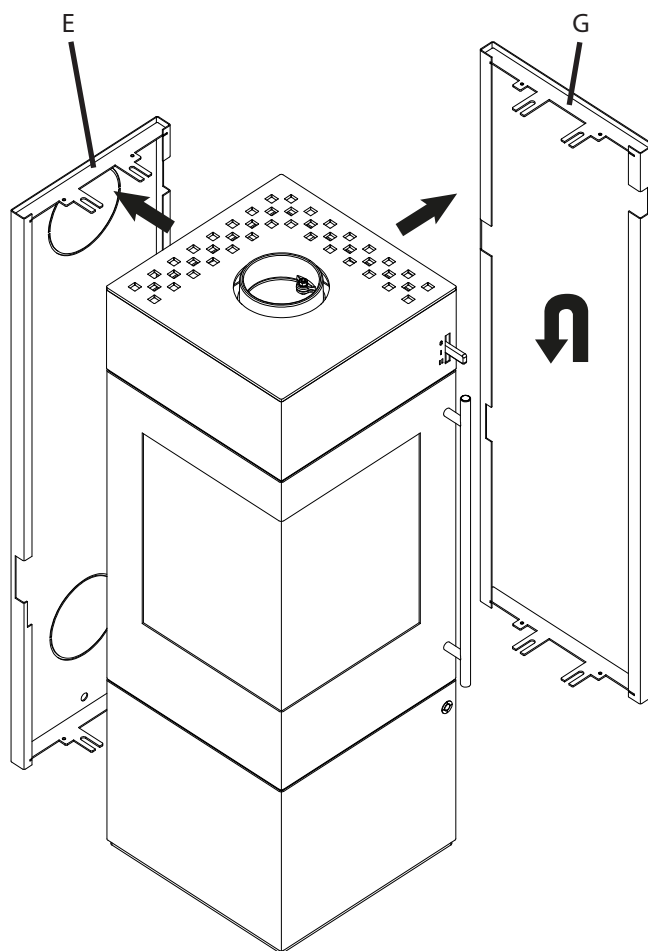

Fig.3
- Quitar el panel posterior (E) y la pared lateral (G) y cambiarlos (ver Fig.3+4).